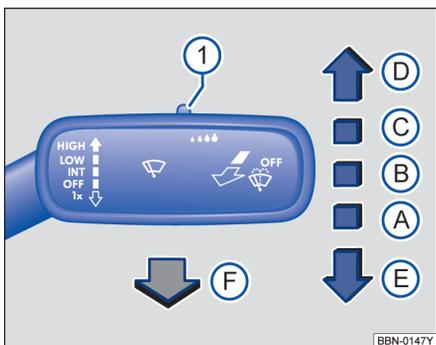

图 72 操作车窗玻璃刮水器。
① 使用开关⇒图 72①使用合适的间歇档位（关闭雨量传感器时）调节刮水片的速度。
- 向下短按车窗玻璃刮水器操作杆 \Rightarrow 图 72 。